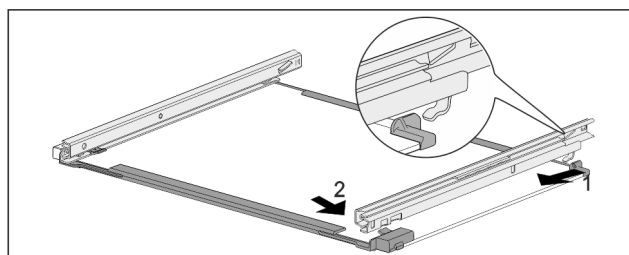

Fig. 171 带轨道的玻璃隔板
- ▶ 轨道后部钩入。 Fig. 171 (1)
- ▶ 轨道前部卡紧。 Fig. 171 (2)